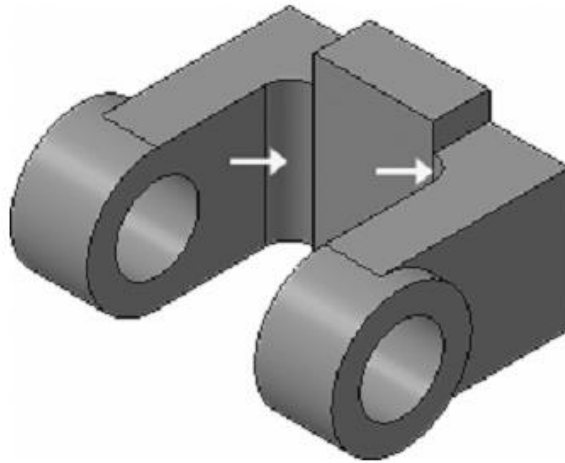

Рисунок 28.
8. Вновь установите для модели стандартную ориентацию Изометрия XYZ (рис. 28).